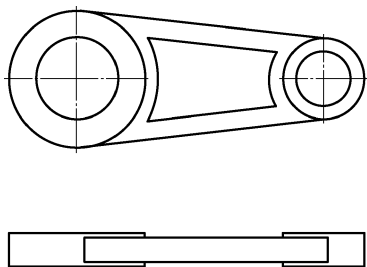

图 8-52 打开视图
- [1] 打开初始文件“Z8g6.slddrw”, 打开视图, 如图 8-52 所示。